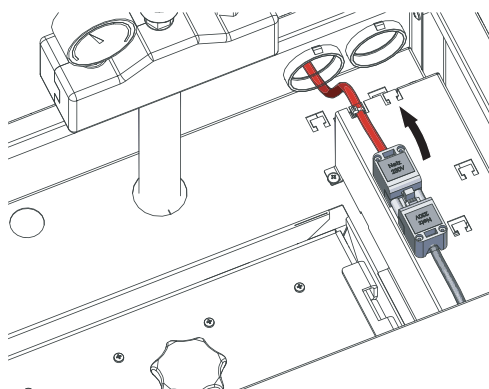

Fig. 57 Staccare la spina di rete dell'apparecchio
- Staccare la spina di rete dell'apparecchio – Fig. 57.